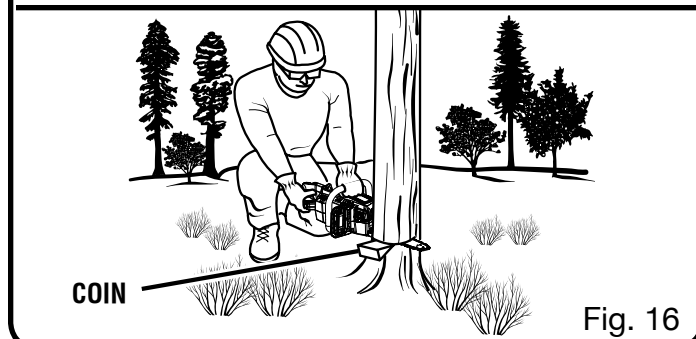

Fig. 16
- Sur les arbres de grand diamètre, arrêter le trait d'abattage avant qu'il ne soit assez profond pour causer la chute de l'arbre ou son affaissement sur la souche. Ensuite, insérer des coins en bois ou en plastique dans le trait, de façon à ce qu'ils ne touchent pas la chaîne. Les coins peuvent être enfoncés petit à petit pour faire levier sur l'arbre. *Voir la figure 16.*